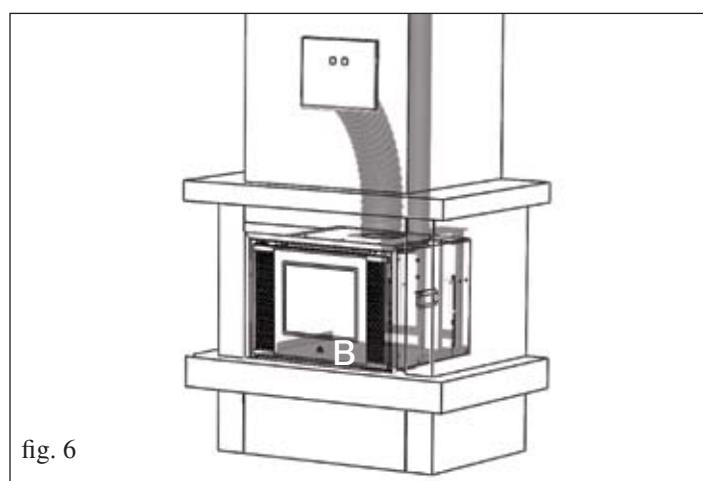

fig. 6
- Posizionare INPELLET 49 facendolo scorrere sulla piastra (**B**) fino a fine corsa (fig. 6).